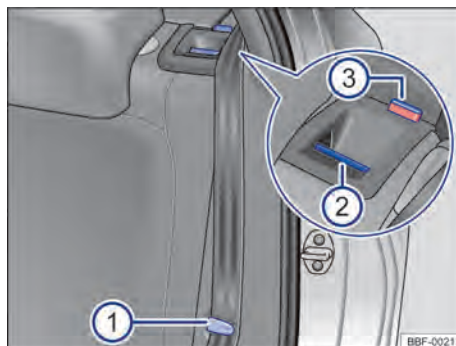

Fig. 64 En el respaldo del asiento trasero: tecla de desbloqueo.
- Encajar las bandas de los cinturones en los respectivos alojamientos en la guarnición lateral → fig. 64 ⓘ
- Tirar de la tecla de desbloqueo → fig. 64 ② hacia adelante y, al mismo tiempo, rebatir el respaldo del asiento trasero hacia adelante.
- La parte de respaldo del asiento trasero estará desbloqueada cuando la marca roja → fig. 64 ③ sea visible.
- La marca roja → fig. 64 ③ ya no puede ser visible.